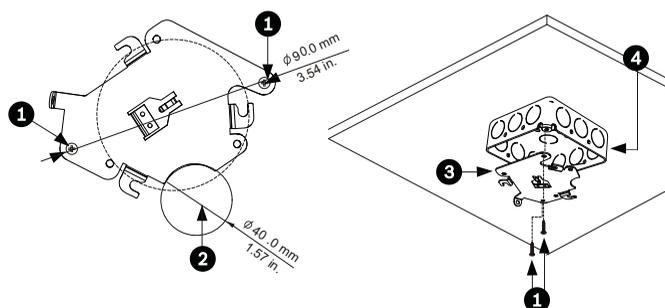

Figure 4.3 Installation de la platine de fixation
3. Fixez la platine de fixation à la boîte de dérivation avec le matériel fourni par l'utilisateur (voir *Figure 4.3*).
1. Faites passer les câbles sur le côté de la platine de fixation avec la découpe en croissant (réf. n°2 *Figure 4.3*).